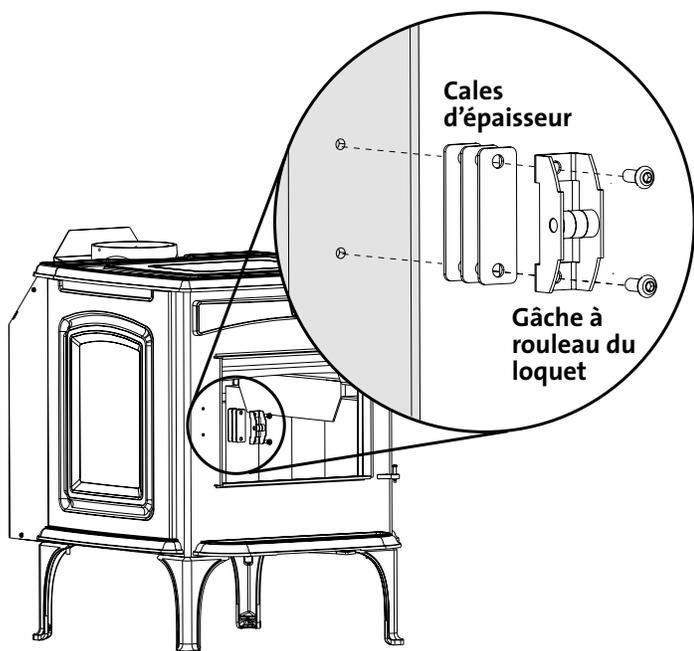

Figure 17. Ajustement du loquet de la porte.
1. Retirez du poêle les deux vis à 6 pans creux et la gâche à rouleau du loquet. Voir Fig. 17.